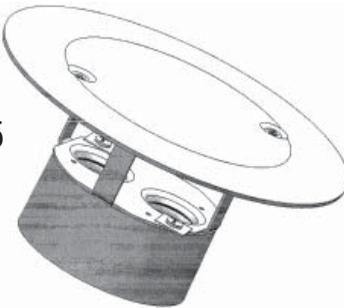

Fig. 5
- Monter l'obturateur (figure 5). Enduire les têtes de vis et le pourtour du couvercle d'un composé permettant d'assurer l'étanchéité à l'eau.